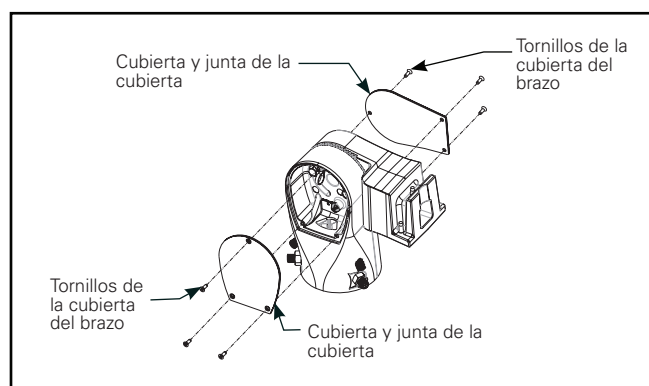

Figura 5.
2. Afloje los seis tornillos para retirar las dos cubiertas de acceso del brazo. Guarde el hardware (Figura 5).